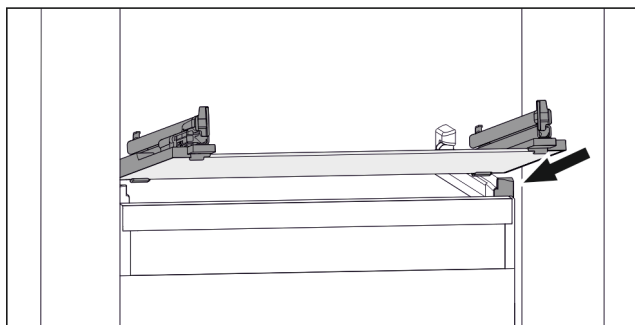

Fig. 83 Przykładowa prezentacja płyty szklanej
- ▶ Założyć płytę szklaną pod skosem za stoperami. (patrz Fig. 83)